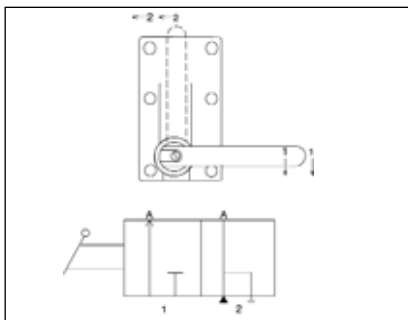

Abbildung 7
1. Ventilgriff in Stellung 1 bringen, wie in Abbildung 7.